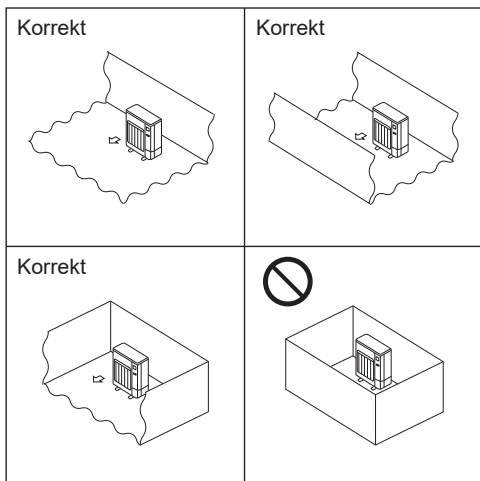

Fig. 2-2
- Installer udendørsenheden på et tilstrækkeligt stort område, hvor mindst én af enhedens fire sider ikke er blokeret, og hvor der ikke er fordybninger. (Fig. 2-2)